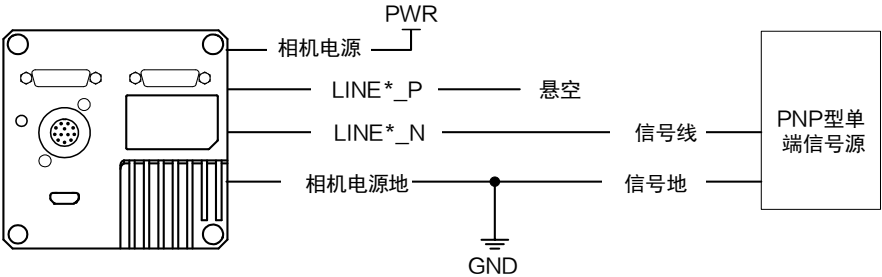
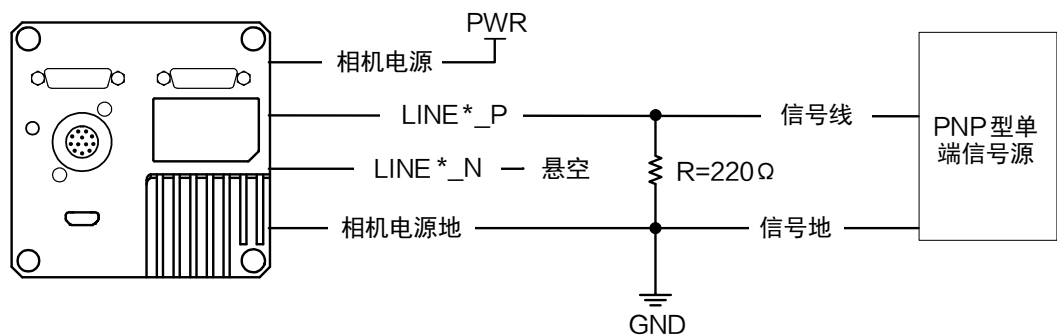

图7-4 PNP 单端输入接线
图7-5 PNP 单端输入接线（需下拉电阻）
- PNP 型单端信号源提供信号源时，有两种不同的接法，如图 7-4 和图 7-5 所示。